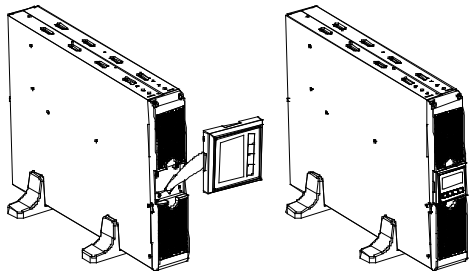

Fig. 3
3. Scoateți caseta LCD și rotiți-o în sensul acelor de ceasornic cu 90 de grade, iar apoi împingeți-o înapoi în panoul frontal (Fig. 3).